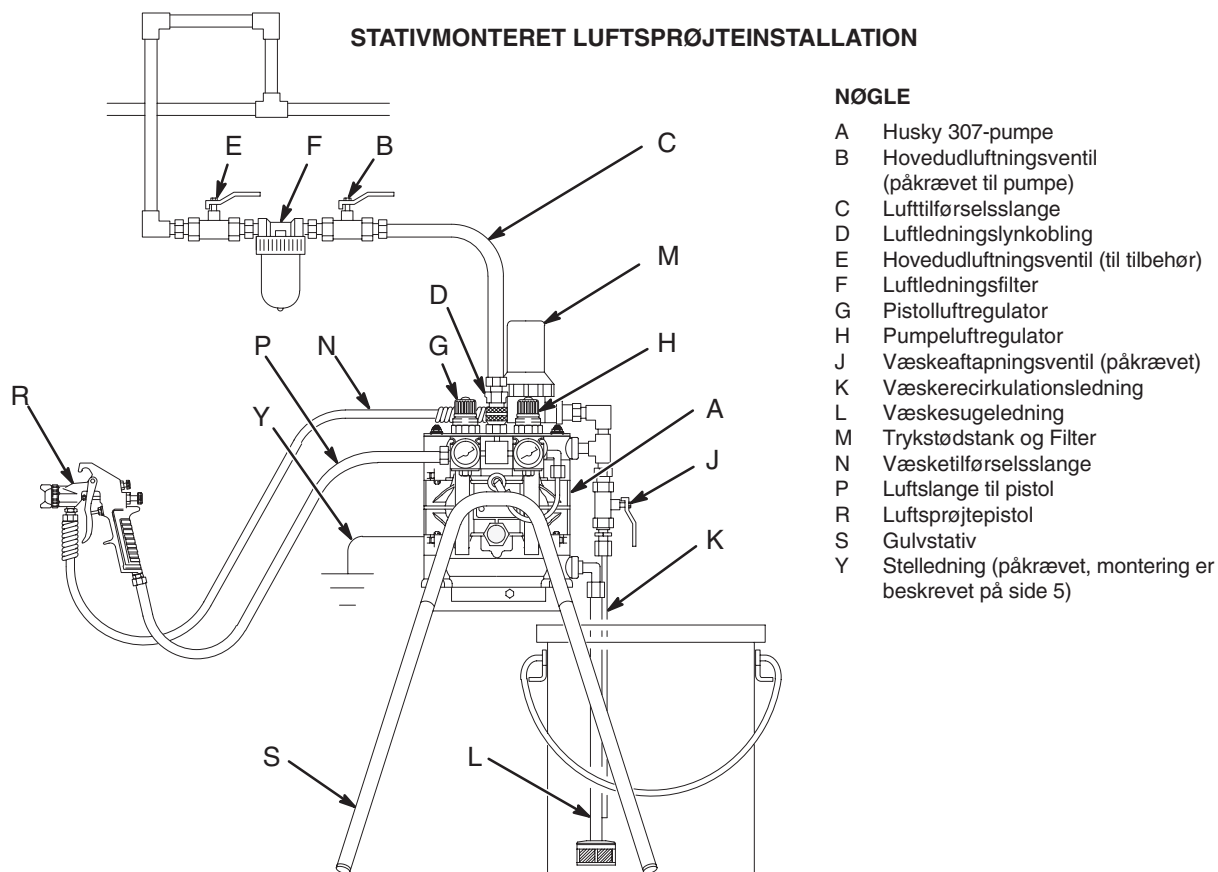

Fig. 4
- De typiske installationer, der er vist på Fig. 4 til 7, er kun beregnet som en vejledning i forbindelse med valg og montering af systemkomponenter. Yderligere oplysninger og hjælp med opbygning af et system, der opfylder dine specielle behov, fås ved henvendelse til din Graco-forhandler.
- Husky 307-pumpen kan anvendes til en række forskellige installationer, hvoraf nogle er vist på Fig. 4 til 7. Der fås sæt til tilpasning af pumpen til dit system. Se pumpens produktdatablad, formularnr. 305528 (acetal-pumper) og formularnr. 305543 (polypropylen-pumper).
Når der pumpes ledende brandbare væsker, skal hele væskesystemet **altid** forbindes til jord for at sikre, at væskesystemet har elektrisk forbindelse til en sikker jordforbindelse (se Fig. 4 til 7). Anvend **aldrig** en polypropylen-pumpe i forbindelse med ikke-ledende brandbare væsker som anført i de lokale brandforskrifter.
BEMÆRK: Når der pumpes ledende brandbare væsker med en polypropylen-pumpe, skal væskesystemet **altid** forbindes til jord. Se den **ADVARSEL**, der er vist i venstre kolonne. Fig. 4 til 7 viser anbefalede metoder til jordforbindelse af beholdere med brændbare væsker under påfyldning.
En hovedudluftningsventil (B) er påkrævet i dit system for at fjerne luftlommer mellem denne ventil og pumpen. Se Fig. 4 til 7. Luftlommer kan medføre, at pumpen kører et slag utilsigtet, hvilket kan medføre alvorlig personskade, herunder væskesprøjt i øjnene eller på huden, og skader forårsaget af bevægelige dele, eller forurening fra farlige væsker.
1. Monter luftledningstilbehøret som vist på Fig. 4 til 7. Anbring dette tilbehør på væggen eller på et beslag. Sørg for, at den luftledning, der forsyner tilbehøret, er forbundet til jord.
En væskeaftapningsventil (J) er påkrævet i dit system for at fjerne trykket i slangen, hvis den tilstoppes. Se Fig. 4 til 7. Aftapningsventilen nedsætter risikoen for alvorlig personskade, herunder væskesprøjt i øjnene eller på huden, eller forurening med farlige væsker ved trykaflasting. Monter ventilen tæt på pumpens væskeafgang.
Tilbehør beskrives på Fig. 4.